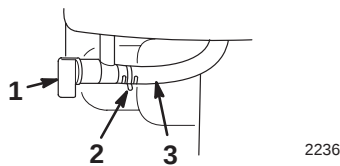

Bild 15
- **Kraftstoffhahn** (Bild 15): Schließen Sie den Hahn, indem Sie ihn im Uhrzeigersinn drehen. Öffnen Sie den Kraftstoffhahn durch Drehen entgegen dem Uhrzeigersinn. Schließen Sie den Hahn, wenn Sie die Schneefräse nicht einsetzen.
4. Öffnen Sie den Kraftstoffhahn unter dem Kraftstofftank (Bild 15).
6. Schließen Sie den Kraftstoffhahn (Bild 15).